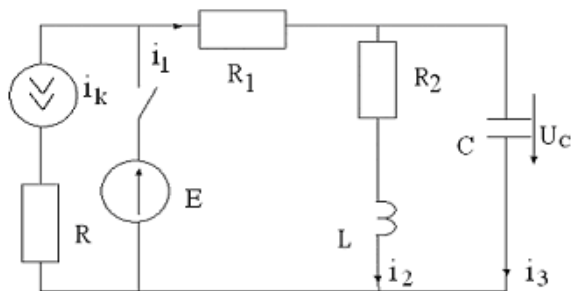

Рис. 4
3. Характеристическое уравнение получим по комплексному входному сопротивлению относительно ёмкостной ветви послекоммутационной цепи (рис.4.):